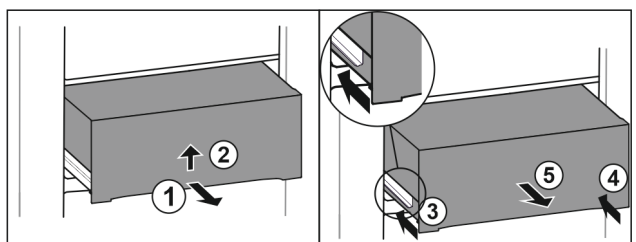

Fig. 45
- ▶ Dra ut utdragslåda till hälften. Fig. 45 (1)
- ▶ Lyft upp facket underifrån. Fig. 45 (2)
- ▶ Skjut in vänster skena. Fig. 45 (3)
- ▶ Skjut in höger skena. Fig. 45 (4)
- ▶ Ta ut utdragslåda genom att dra den framåt. Fig. 45 (5)